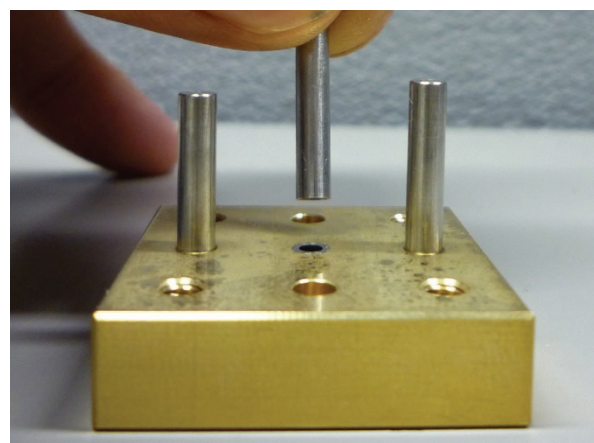

図 6 凸なし丸棒（オス型）でリングの外側を打ち抜いている様子。図 5 と同様に上部を外した。
3. 下側のメス型パイプはそのまま、オス型の棒を凸型丸棒から段差の付いていない丸棒に変えて、メス型パイプごと押し込み、リングの外側部分を打ち抜く（図 6）。